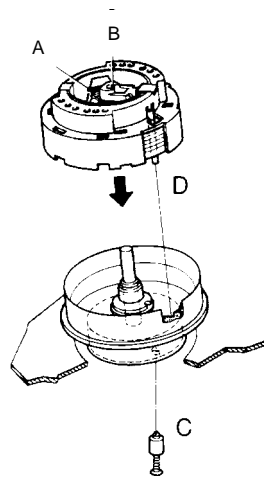

Fig. 7
- Referenzstift "C" (jeder Service-Kopscheibe beige packt) durch das Loch im Scannermotor einschieben und die Kopscheibe solange verdrehen, bis dieser im Loch des Rotors einschnappt (Fig. 7).
- Insert the reference pin "C" (delivered with each service headwheel) into the hole of the scanner motor and turn the headwheel until the pin locks into the hole of the rotor (Fig. 7).